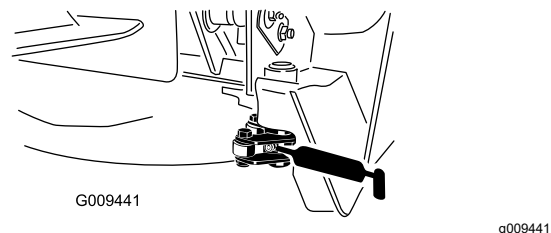

Figure 49
- 2 pivots de verrouillage (Figure 49)